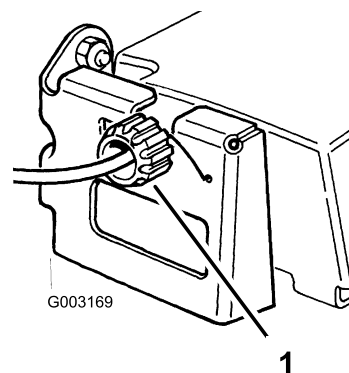

Figura 29
2. Gire el mando de control en el sentido de las agujas del reloj 1/2 vuelta si el cortacésped no avanza. Si el cortacésped avanza lentamente, gire el mando 1/2 vuelta en el sentido opuesto a las agujas del reloj para aflojar la correa (Figura 29).